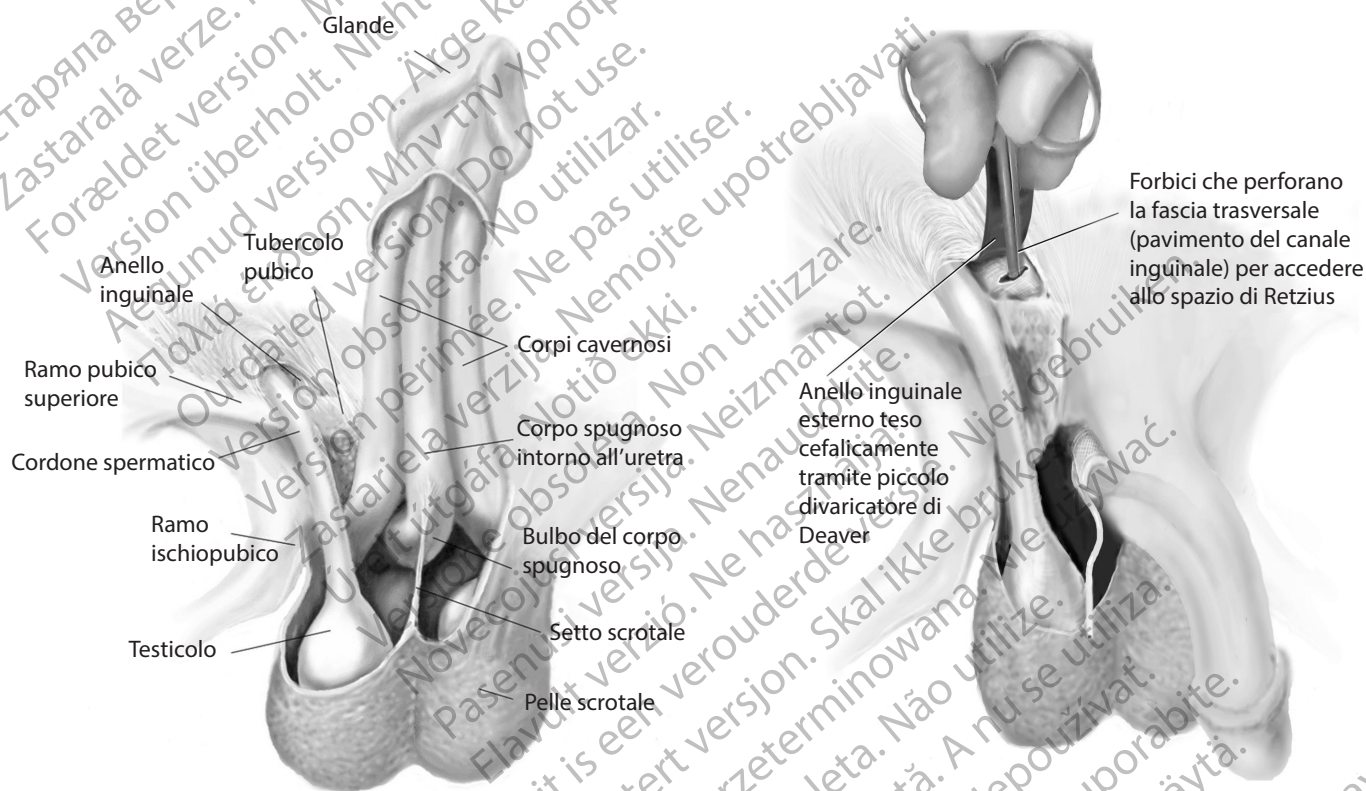

Figura 4-21.
- Svuotare la vescica, rimuovere il divaricatore di Scott e spostare l'incisione scrotale lateralmente al pene. Posizionare il pallone per la regolazione della pressione nello spazio retro-pubico, individuando l'anello inguinale e perforando la fascia trasversale. Dopo l'impianto del pallone per la regolazione della pressione, chiudere l'apertura tramite una sutura assorbibile. **(Figura 4-21)**